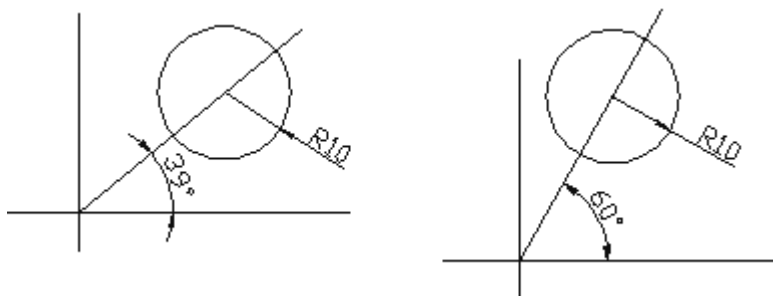

图 8-10 点在线上
**[点在线上]**：用来给一个点施加约束，使之永远在某一直线上，如图 8-10 所示，使圆心在斜线上，当斜线的角度改变时，圆也要随着移动。选择此按钮后，关闭对话框并在命令行提示：
点选点在线上的那条直线，如图 8-10 中的斜线。之后命令行提示：
如果需要使用圆心，请按回车键，否则，输入[N]后再按回车键。如图 8-10 中选择圆，之后，圆的圆心就具有了这个约束。按回车键(或按右键)，命令将返回到对话框。